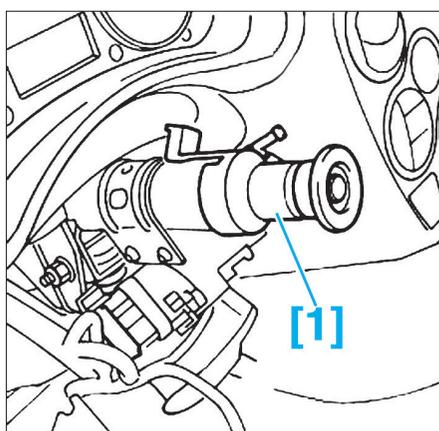

FIG. 8
- Mettre en place l'outil [1] sur la colonne de direction (Fig.8).